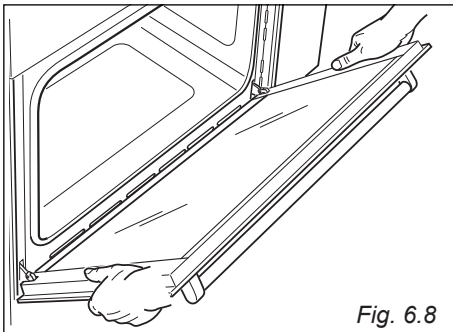

Fig. 6.8
- Hold ovnsdøren som vist på Fig. 6.8.